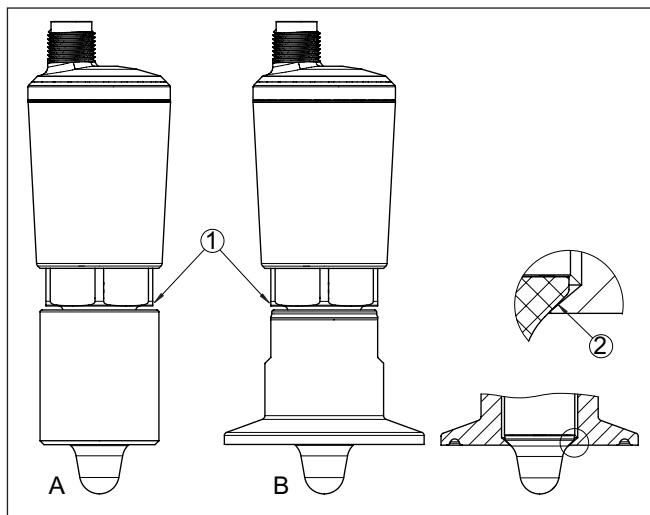

Abb. 4: VEGAPOINT 11, 21, 31 in Hygieneausführung
Halten Sie deshalb das vorgeschriebene Drehmoment unbedingt ein. Unterhalb des Sechskants bleibt dadurch ein kleiner Spalt (1) [Abb. 4].